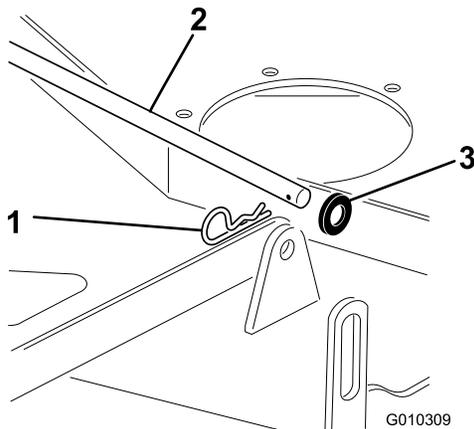

Figure 73
1. Retirez la goupille fendue et la rondelle qui fixent la longue barre de liaison au châssis et au tablier, et enlevez la barre de liaison (Figure 73).
9. Fixez la barre de liaison avec les goupilles fendues et les rondelles retirées précédemment (Figure 73).